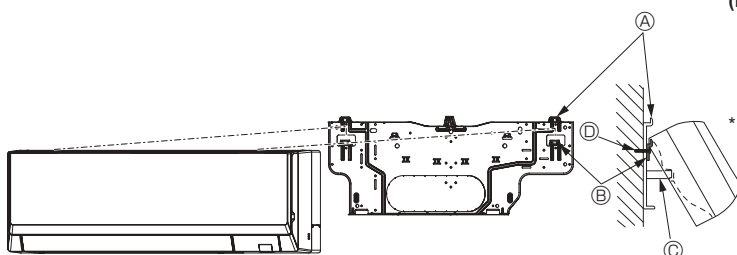

Fig. 3-12
- Όταν δεν είναι δυνατή η ανάρτηση και η ανύψωση της εσωτερικής μονάδας με το κανονικό άγκιστρο (η διάσταση του 2.1. © (το διάκενο ανάμεσα στην οροφή και τη μονάδα) είναι 75 mm ή μικρότερη), αναρτήστε τη μονάδα στο κάτω άγκιστρο για τη σωληνώση στην αριστερή πλευρά. (Fig. 3-12)
(Fig. 3-12)